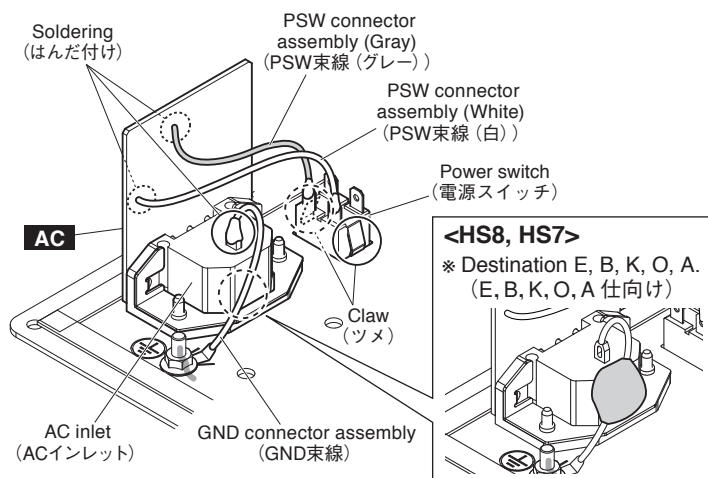

Fig. 11 (図11)
- 8-1 Remove the PSW connector assembly soldered to the AC circuit board and the GND connector assembly soldered to the AC inlet. (Fig. 11)
- 8-2 Remove the power switch of the PSW connector assembly by pressing its claws. (Fig. 11)
- 8-1 AC シートにハンダ付けされている PSW 束線と AC インレットにハンダ付けされている GND 束線を外します。(図 11)
- 8-2 PSW 束線の電源スイッチのツメを押して外します。(図 11)